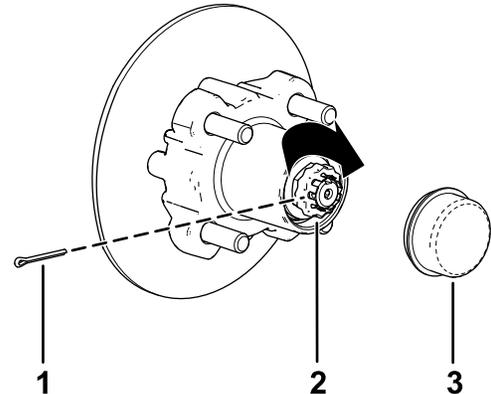

Figure 39
8. Placez l'arrêt d'écrou sur l'écrou et vérifiez que la fente dans l'arrêt et le trou dans la fusée sont alignés afin de pouvoir insérer la goupille fendue (Figure 39).
9. Insérez la goupille fendue et repliez chacune de ses pattes autour de l'arrêt d'écrou (Figure 39).
10. Reposez le couvercle-moyeu sur le moyeu (Figure 39).